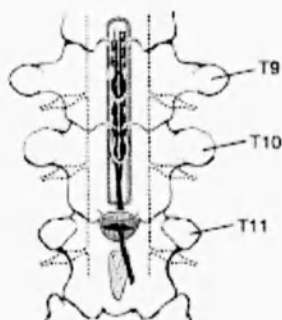

Рис. 4
5. Используя рентген, расположите электрод в нужную позицию. Убедитесь, что все контакты находятся в эпидуральном пространстве и что электрод стабилизирован во время имплантации (см.Рис.4).